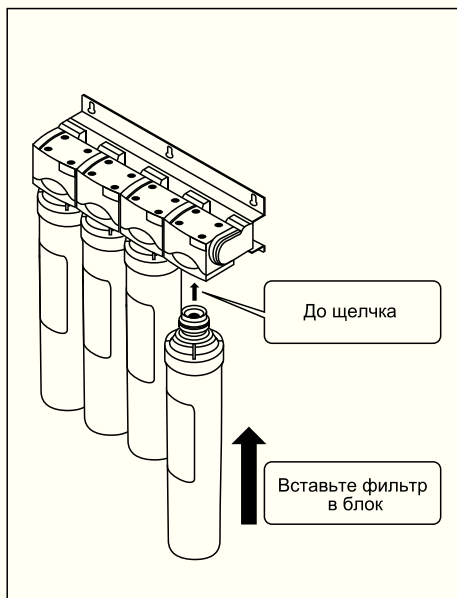

Рис. 7 Установка нажимного фильтра
1. Снимите упаковку нового **фильтра** (2) и совместите верхнюю часть фильтра с отверстием нижней части **блока крепления фильтров** (1) и затем вставьте его до упора (Рис. 7 на стр. 7).
2. После окончания процесса замены, откройте **водный клапан** (4).